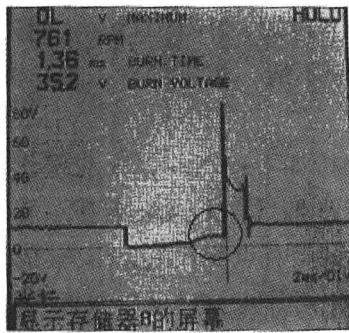
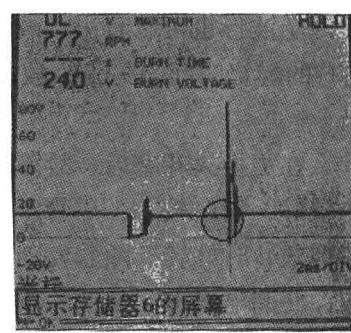

图 1-4 维修后正常的初级波形
图 1-5 维修前的故障状态下的初级波形
4) 总结：回过头来再次观察点火初级的电压波形，如图 1-4、图 1-5 所示，从图中发现，正常状态下，在点火击穿线前的电压线是 5V 左右，而故障时为近 12V，几乎没有电压降，也就意味着流过点火线圈的电流很小，所以形成此故障。